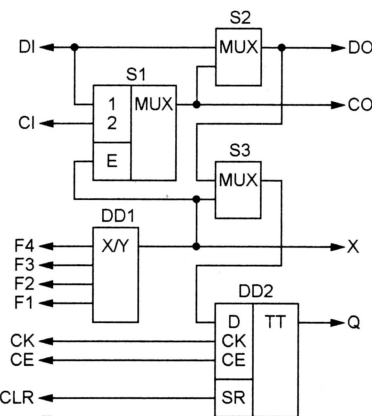

Рис. 5
КЛБ микросхемы серии XC5200 состоит из четырех микроячеек, выполненных по схеме, приведенной на рис. 5. Каждая ячейка содержит генератор произвольной логической функции четырех переменных DD1 (РПЗУ на 16 бит) и триггер DD2. Все четыре триггера одного КЛБ имеют общие входы сигналов асинхронного сброса (CLR), синхронизации (CK) и разрешения (CE).